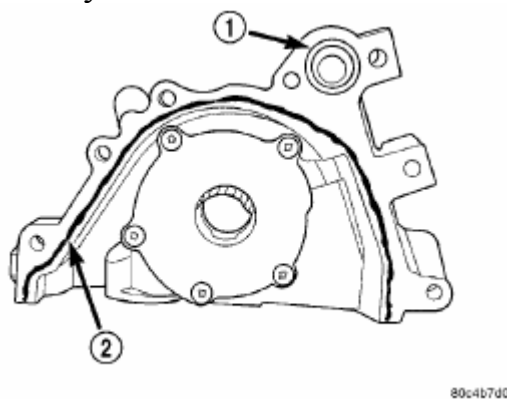

Рис. 94. Уплотнение масляного насоса – Типовое.
- (1) Убедитесь, что все поверхности чистые, без следов масла и загрязнения.
- (2) Нанесите герметик Mopart Gasket Maker на масляный насос, как показано на Рис. 94. Установите кольцевое уплотнение в канал подачи насоса корпуса насоса.